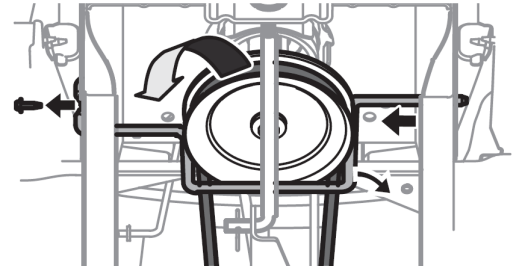

Figure 39
5. エンジンプーリーキーパーロッドをフレームに固定している六角ネジを外します。図39を参照